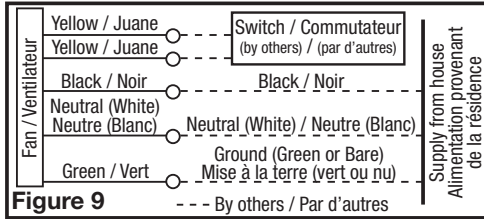

Figure 9
- Continuous Ventilation:** For two speed fans wired for continuous ventilation, connect the White wire of the fan to the White (Neutral) wire from the power source. Connect the ground wire from the house to the green wire from the fan housing. Run 2 wires from a properly grounded wall switch (not included) to the fan. Connect the Black wire of the fan to the Black wire (Hot) from the power source. Connect the Hot Yellow wire from the fan to the input of the switch. Connect the second Yellow wire from the fan to the output side of the switch. Closing the switch will change from normal to high speed (Figure 9).
- Ventilation continue:** Pour les ventilateurs à deux vitesses, raccordés pour une ventilation continue. Connectez le fil blanc du ventilateur au fil blanc (neutre) de la source d'alimentation. Connectez le fil de terre de la maison au fil vert du ventilateur. Connectez le fil noir du ventilateur au fil noir (chaud) de la source d'alimentation. Utilisez un interrupteur à bascule standard duplex, correctement mis à terre, pour relier le fil jaune chaud du ventilateur à l'entrée de l'interrupteur. Connectez le deuxième fil jaune du ventilateur au côté de sortie du commutateur. Fermer l'interrupteur changera la vitesse de normale à haute vitesse (Figure 9).